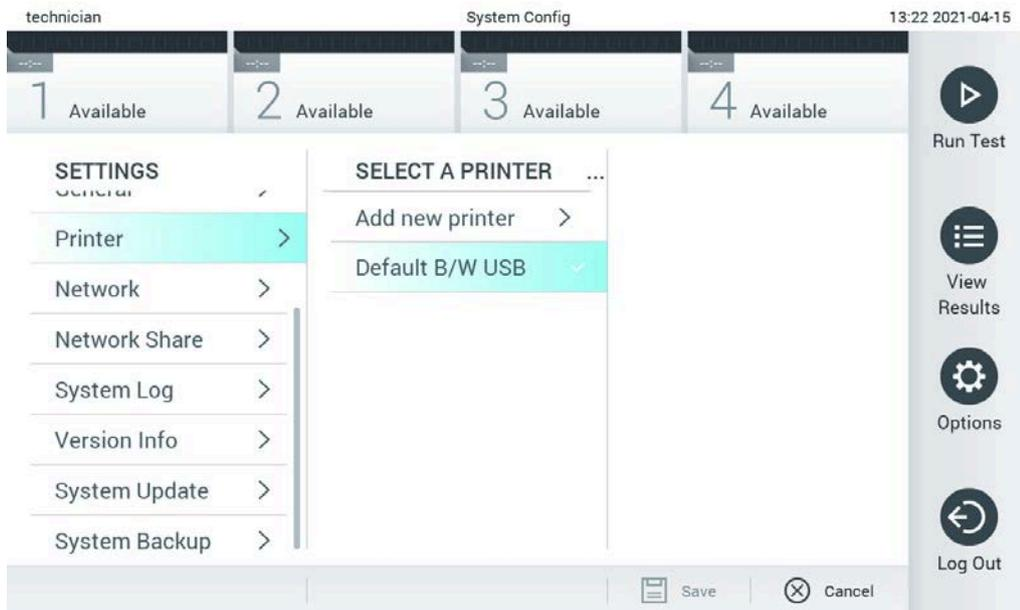

Figura 73. Selezione di una stampante di sistema.
3. Selezionare una stampante dall'elenco delle stampanti disponibili (Figura 73).